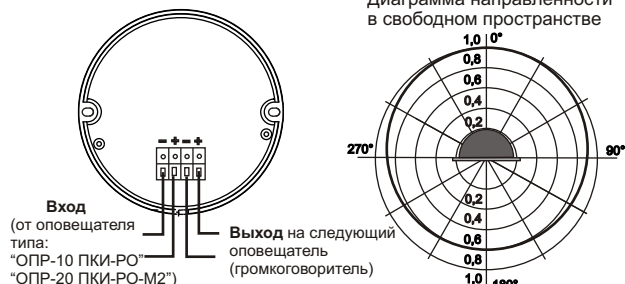

Рис.2 Схема подключения и диаграмма направленности оповещателя .
- 2.6. Диаграмма направленности звука на рис.2 (п.5.3)
5.2. На рис.2 показана схема подключения и диаграмма направленности звука оповещателя